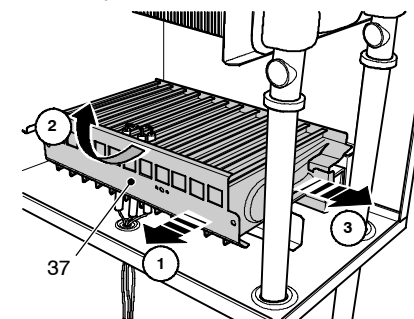

fig. 8.3
- 8 Togliere il bruciatore 37 in fig. 8.3 sfilandolo verso sinistra, ruotandolo verso l'alto e tirandolo frontalmente.